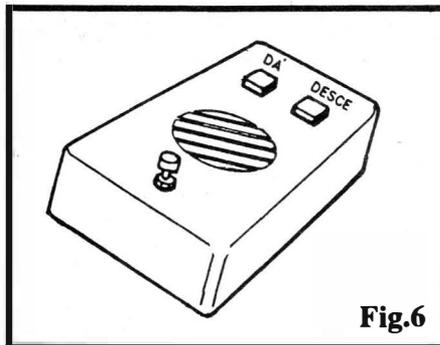

Fig.6
- **FIG. 6** - SUGESTÃO PARA CAIXA/ACABAMENTO - São, certamente, muitas as possibilidades de finalização do ODODE, porém a mais simples costuma ser a melhor (esse axioma também é válido em questões puramente estéticas...). Assim, a distribuição dos LEDs, furos de saída de som da cápsula piezo, **push-button**, etc., no painel principal do **container**, poderá obedecer a sugestão da figura. São muitas as caixas plásticas padronizadas, ofertadas no varejo especializado, e que se prestarão ao acondicionamento do circuito do ODODE, com bons resultados visuais... Marcações feitas com caracteres transferíveis ("Letraset" ou similar...) darão um aspecto mais profissional e sofisticado ao conjunto (aquela brincadeira dos rótulos "DÁ" e "DESCE", visto junto aos LEDs na figura, obviamente que não é obrigatória, podendo ser substituída por qualquer outro conjunto dual de marcações...).